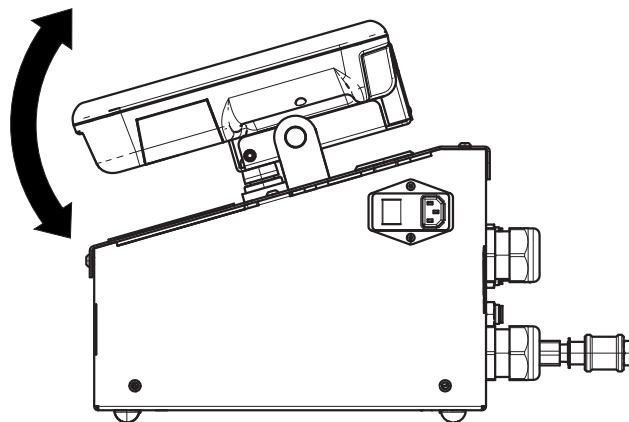

図 13
- ADM の角度を調節して、確認しやすいようにしてください。図 13 を参照してください。